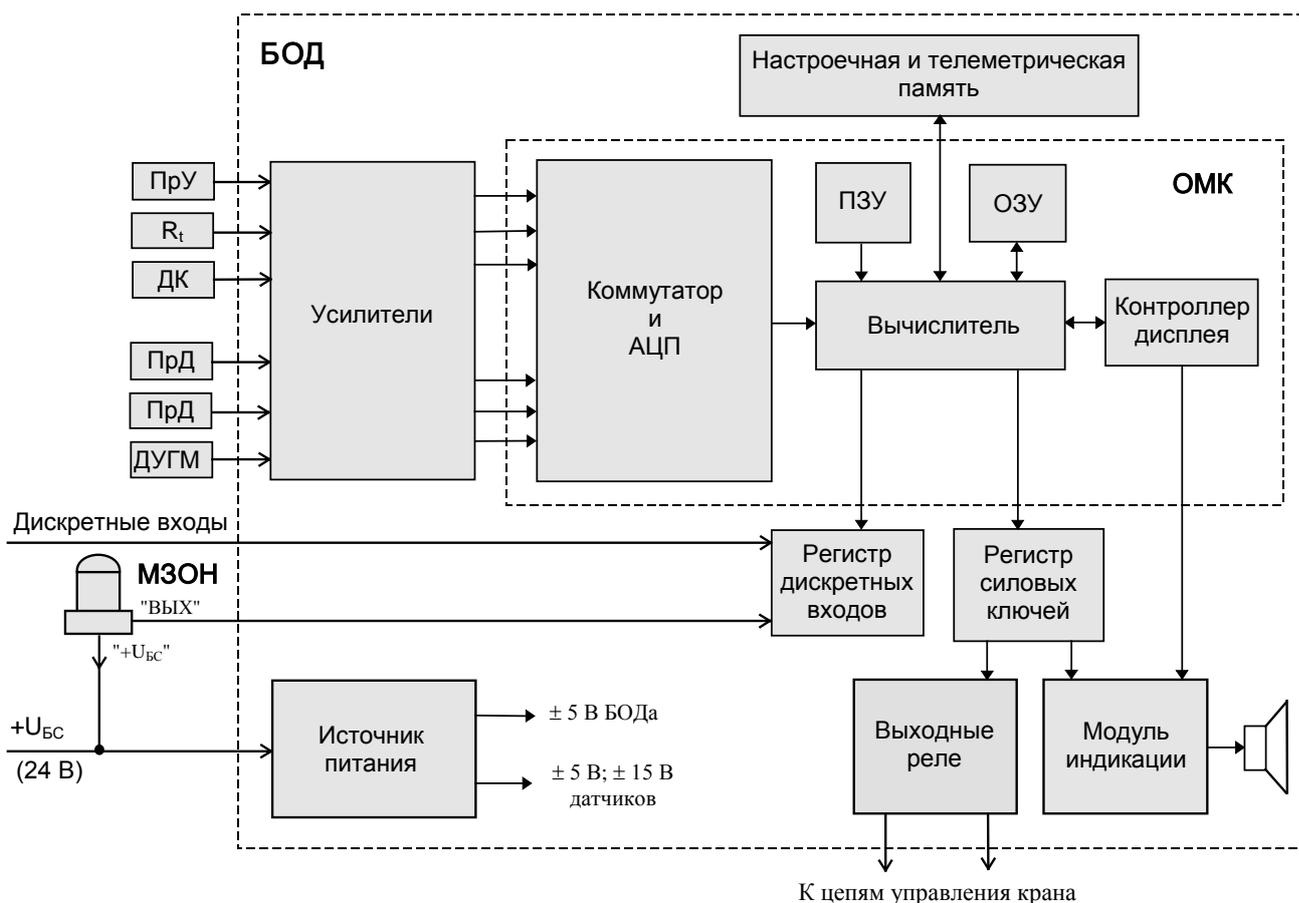

Рисунок 1- Блок-схема ограничителя
1.4.1 Принцип действия ограничителя (см. рисунок 1) основан на последовательном опросе и преобразовании аналоговых сигналов с датчиков в цифровой код, определении угла и длины стрелы, расчете цифровыми методами величины вылета, высоты подъема (по заданным геометрическим размерам рабочего оборудования крана), а также вычислении фактической массы груза и степени загрузки крана с последующим их сравнением с предельно допустимыми значениями при выбранном режиме работы.